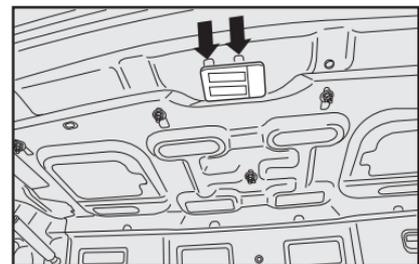

fig. 27
- Saque el transparente, haciendo palanca con un destornillador (no suministrado) en los puntos indicados por las **flechas-fig. 27**;